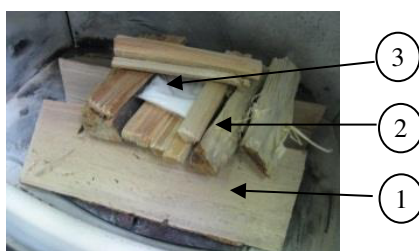

Fig. 7 : avant l'allumage
- Déposez d'abord 2 ou 3 bûches (hêtre, chêne, bouleau) transversalement dans le foyer (voir fig. 7 – (1)). Mettez par-dessus du petit bois tendre (2). Pour finir, mettez un allume-feu (3) au milieu et allumez-le. Pour l'allumage, n'utilisez **jamais** de l'essence, de l'éthanol ou autre produit similaire !